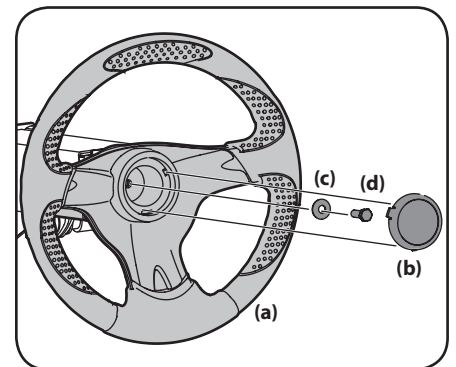

Figure 2-3
1. La quincaillerie qui sert à fixer le volant de direction (a) se trouve sous le capuchon du volant (b). Soulevez soigneusement le capuchon (b) pour retirer la quincaillerie. Voir Figure 2-3.
2. Assurez-vous que les roues de l'appareil sont dirigées vers l'avant, puis placez le volant de direction (a) sur l'arbre de direction. Voir Figure 2-3.
3. Insérez la rondelle Belleville (c), avec la partie creuse vers le bas, dans le volant de direction (a) et fixez-la avec le boulon hexagonal autobloquant (d). Voir Figure 2-3.